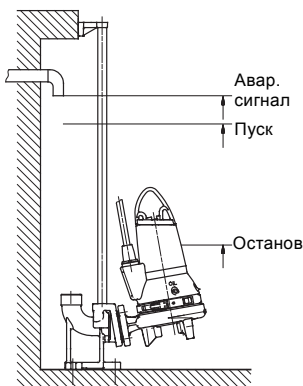

Рис. 4 Уровни пуска и останова насоса
**Дополнительное реле уровня должно устанавливаться для того, чтобы обеспечить остановку насоса в случае отказа реле отключения насоса. См. рис. 4.**